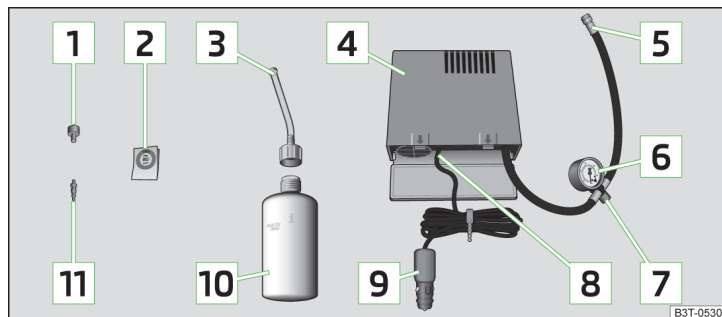

Fig. 181 Prezentarea în principiu: Componentele setului de pană
## Componentele setului de pană » fig. 181
- Lipiți autocolantul [2] » fig. 181 la pagina 210 pe planșa de bord, în câmpul vizual al șoferului.
- Scuturați de câteva ori bine recipientul de umplere a anvelopei [10] » fig. 181 la pagina 210.
- Înșurubați bine furtunul de presiune [5] » fig. 181 la pagina 210 al compresorului de aer pe ventilul anvelopei.